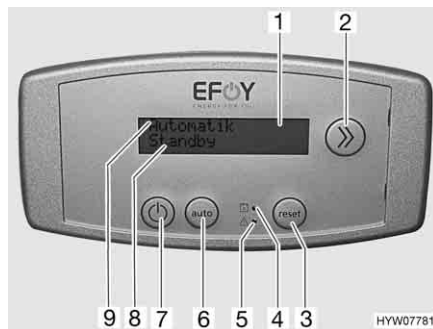

Bild 140 Bedieneinheit Brennstoffzelle
Die Brennstoffzelle besteht aus mehreren Komponenten, die im Heckstauraum eingebaut sind (Bild 138), sowie aus einem Bedienpanel (Bild 140) im Wohnbereich.
Die Brennstoffzelle lädt automatisch die Wohnraumbatterien, wenn die Spannung der Wohnraumbatterien unter 12,5 V sinkt und die Brennstoffzelle über die Ein/Aus-Taste (Bild 140,7) eingeschaltet ist.
Das Display (Bild 140,1) der Bedieneinheit ist zweizeilig. In der ersten Zeile (Bild 140,9) wird der Betriebszustand der Brennstoffzelle angegeben.
In der zweiten Zeile (Bild 140,8) werden Informationen oder Störungsmeldungen ausgegeben.
Das Umschalten zu den verfügbaren Informationen erfolgt über die Info-Taste (Bild 140,2).
Die beiden LEDs am Bediengerät zeigen den notwendigen Wechsel der Tankpatrone (Bild 140,4) und auftretende Störungen (Bild 140,5) an.
Nach dem Beheben des Fehlers die Brennstoffzelle wieder starten. Dazu die Reset-Taste (Bild 140,3) drücken.
- Die Ein/Aus-Taste (Bild 140,7) drücken.
In der ersten Zeile des Displays (Bild 140,9) wird der aktuelle Betriebsmodus angezeigt.
- Wenn die Anzeige "Ein" ausgegeben wird, befindet sich die Brennstoffzelle im manuell gewählten Lademodus. Die Taste "auto" (Bild 140,6) drücken, um zum Automatik-Betriebsmodus zu wechseln.
- Wenn die Brennstoffzelle noch nicht abgeschaltet ist, die Ein/Aus-Taste (Bild 140,7) drücken.